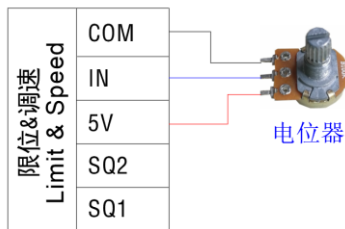

图 4.8 外部电位器的接线
- 电位器：两不动端接在 5V 与 COM 间，动端接 IN，通过调整电位器接入 IN 的电阻对电机速度或驱动 PWM 进行控制，如图 4.8 所示。